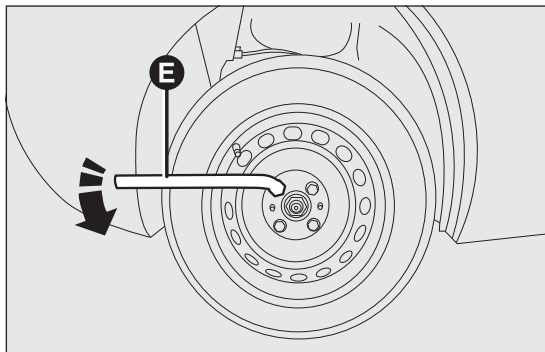

РИС. 114
- ослабить на один оборот крепежные болты колеса с помощью ключа из комплекта инструментов Е РИС. 114;